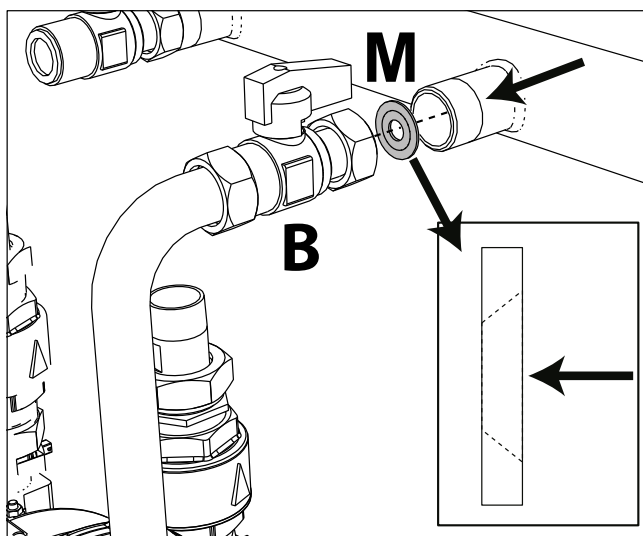
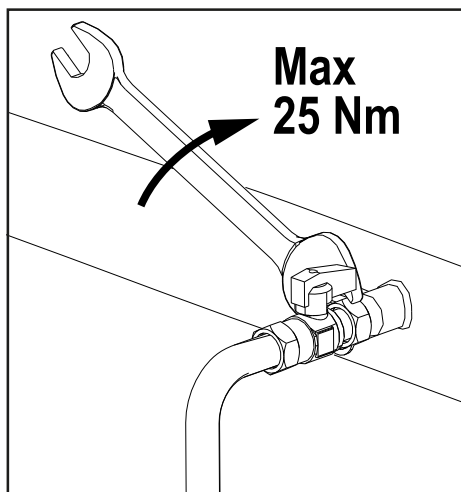

fig. 84 - Ugello per utilizzo con GPL
fig. 85
8. Nel caso di **trasformazione a GPL**, è necessario sostituire la guarnizione esistente tra il rubinetto "B" e il collettore gas con l'ugello "M" (fig. 84). Riasssemblare il rubinetto "B" sul collettore gas avendo cura di non serrare ad una coppia maggiore di **25 Nm** per evitare il danneggiamento dell'ugello (fig. 85).
ATTENZIONE: l'ugello "M" (vedi fig. 84) **non deve** essere inserito con l'apparecchio funzionante a **Gas Naturale**.